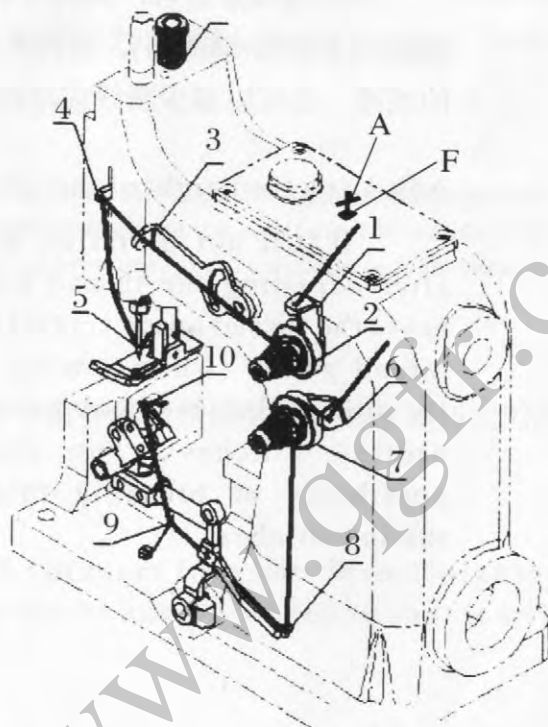

图 2
2、穿机针线 (图2)
Threading of needle (fig.2)
3、穿弯针线 (图2)
Threading of looper (fig.2)
压脚压力的大小，取决于缝料的厚度，缝薄料时须减少压力；反之，则增大压力。当缝料推送顺畅，针迹均匀时切勿再增大压力，以减缓机件磨损。调节压力时旋进调压螺钉A(图2)，调节合适后旋紧锁母(F)。